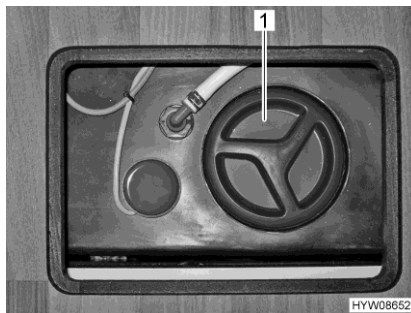

Fig. 170 Orificio de limpieza (depósito de aguas residuales)
- Abrir el orificio de limpieza (Fig. 170,1) del depósito de aguas residuales y la llave de desagüe.